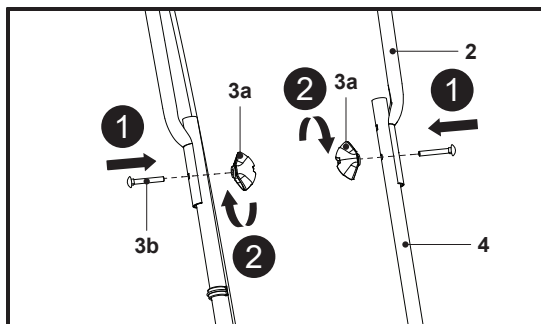

Fig. 2
1. Fixe o guiador superior (2) aos guidores inferiores (4) e alinhe os orifícios no guiador superior com os dos guidores inferiores (Fig. 2).
2. Fixe o guiador superior (2) com os conjuntos de fixação (3) nos guidores inferiores (4) e aperte os botões (3a) para a direita (Fig. 2).